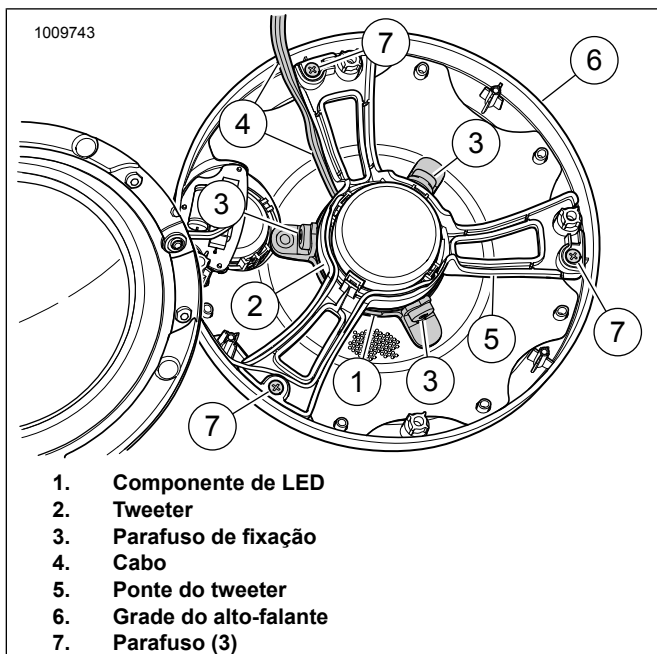

Figura 13. Grade do alto-falante, ponte do tweeter e luz LED
5. Veja a figura 13. Remova os três parafusos que fixam a ponte do tweeter (5) na grade do alto-falante (6) e separe dois cuidadosamente. Tenha cuidado para não danificar ou tensionar os fios do alto-falante do tweeter. Guarde as ferragens para uso posterior.
Veja a figura 13. Coloque o componente de LED (1) no tweeter (2) conforme mostrado. Aperte levemente o componente de LED no local.